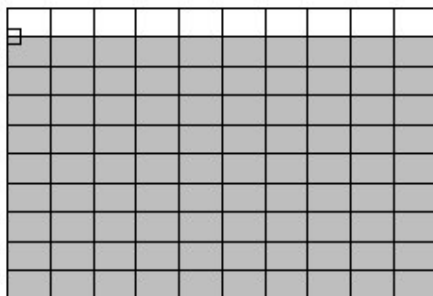

图 3-30 水平描绘
8. 按压 **Go to Page2**(底部)侧面键然后按压 **Draw Horizontal** 侧面键。顶部向下一格以下区域以蓝色填充（见图 3-30）。